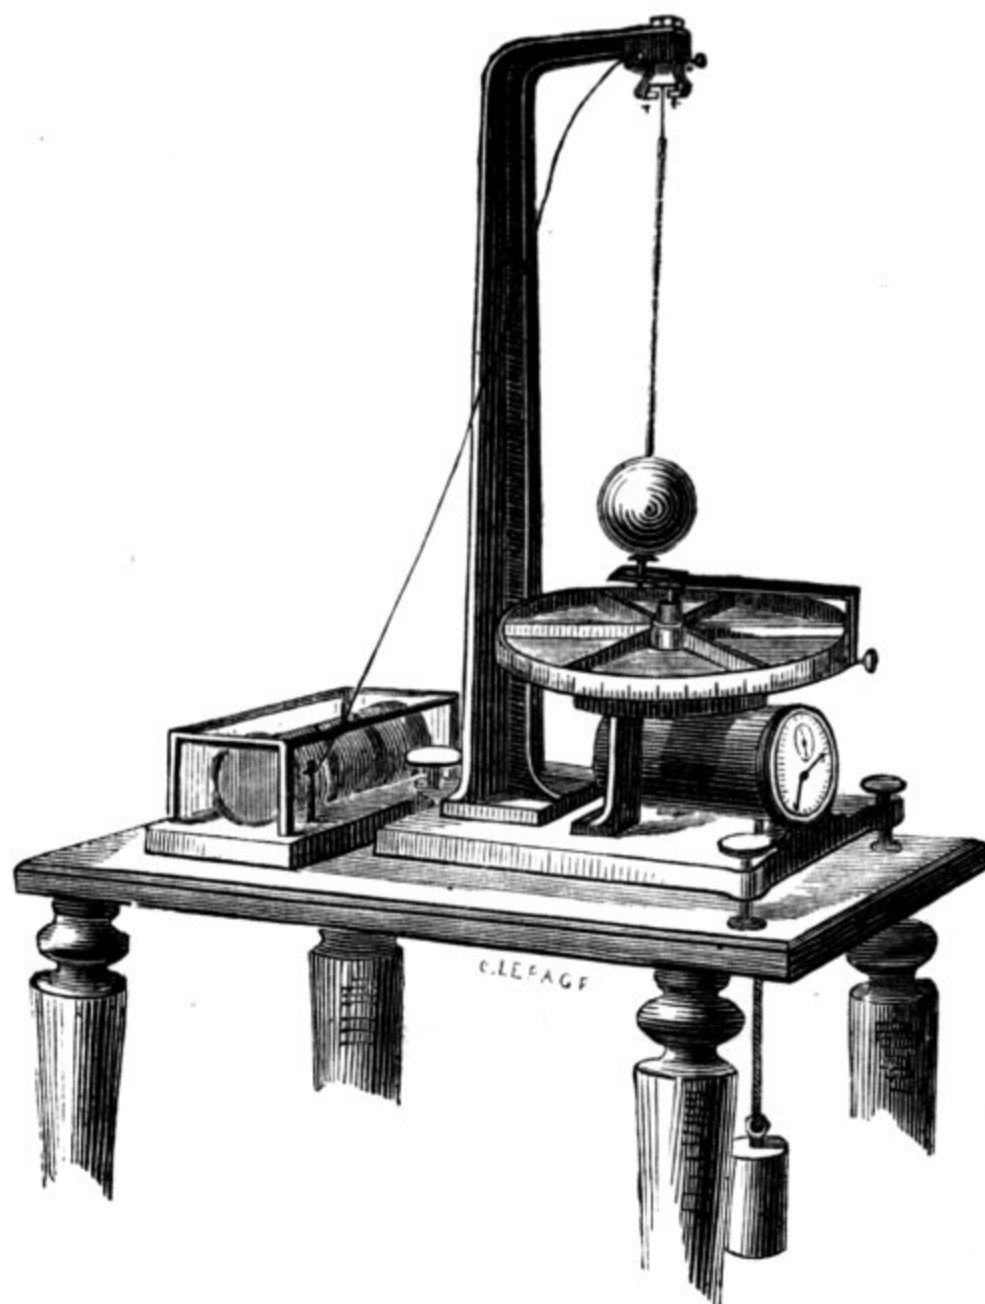

FIG. 2.
6. Appareil spécialement destiné aux vitesses initiales. Longueur de la seconde, 1 mètre, fig. 2. 2,500 fr.